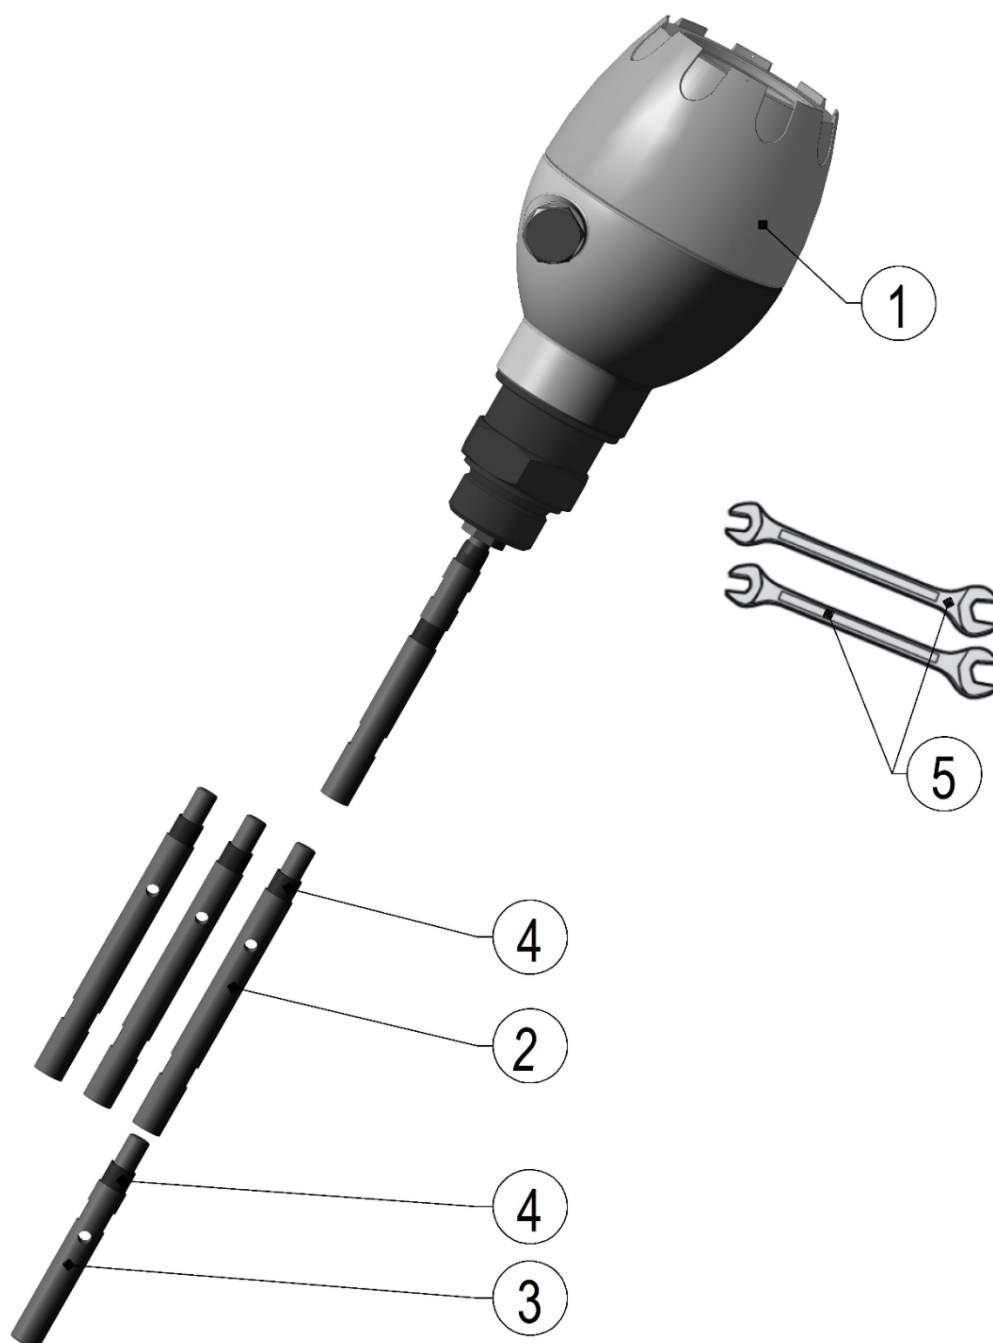

Рисунок 25 – Схема сборки одностержневого разборного зонда
2.3.14 Сборка одностержневого разборного зонда d14 мм от 3 до 6м (см. рисунок 25). Данная процедура описывает присоединение и сборку одностержневого разборного зонда.